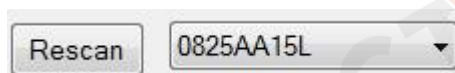

图 1 功率计状态信息显示区
(1) 通过 USB 数据线将功率计的 TP100 表头与电脑连接后，打开软件，区域 1 即可显示表头的状态信息，如图 1；